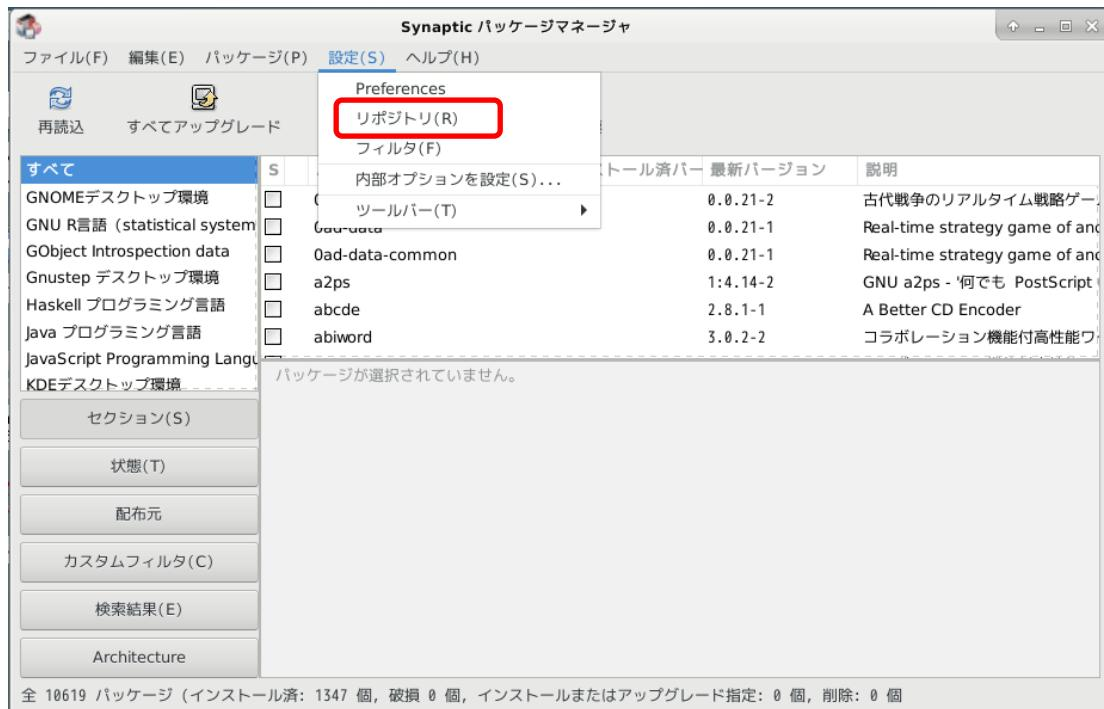

図 2-1-1-5. 設定メニュー
- ⑥ 図 2-1-1-6 のようなリポジトリ設定画面が表示されます。